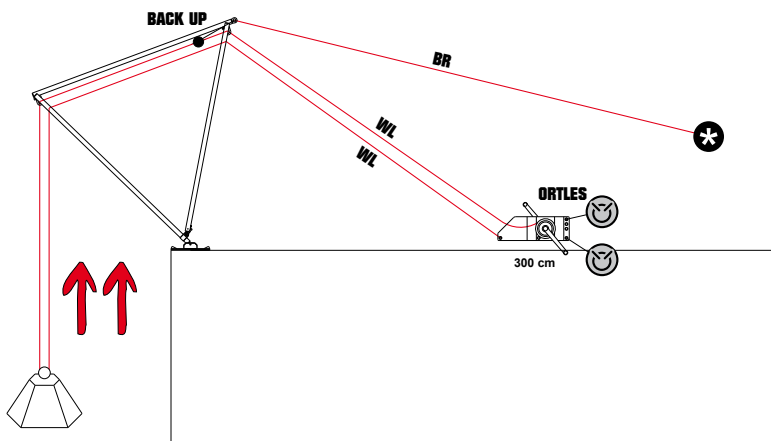
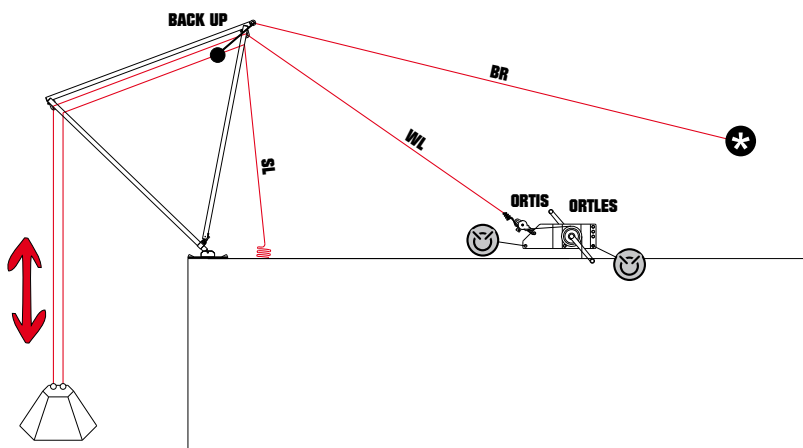

fig. 15
fig. 16
- calata e recupero con fune semplice (fig. 15) e doppia (fig. 16),